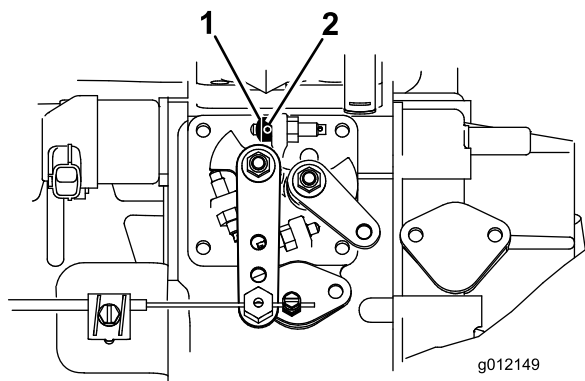

Figura 6
1. Allentate la vite di arresto sul fermo acceleratore (Figura 6).
2. Infilate il fermo acceleratore all'interno della vite d'arresto della minima superiore (Figura 6). L'estremità smussata del fermo acceleratore deve essere posizionata verso l'esterno.